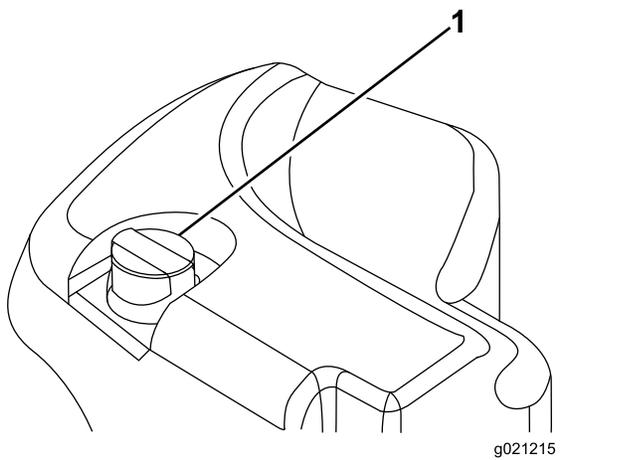

図 33
2. 油圧オイルタンクの注油口周辺をきれいに拭き、キャップ(図 33)を外す。